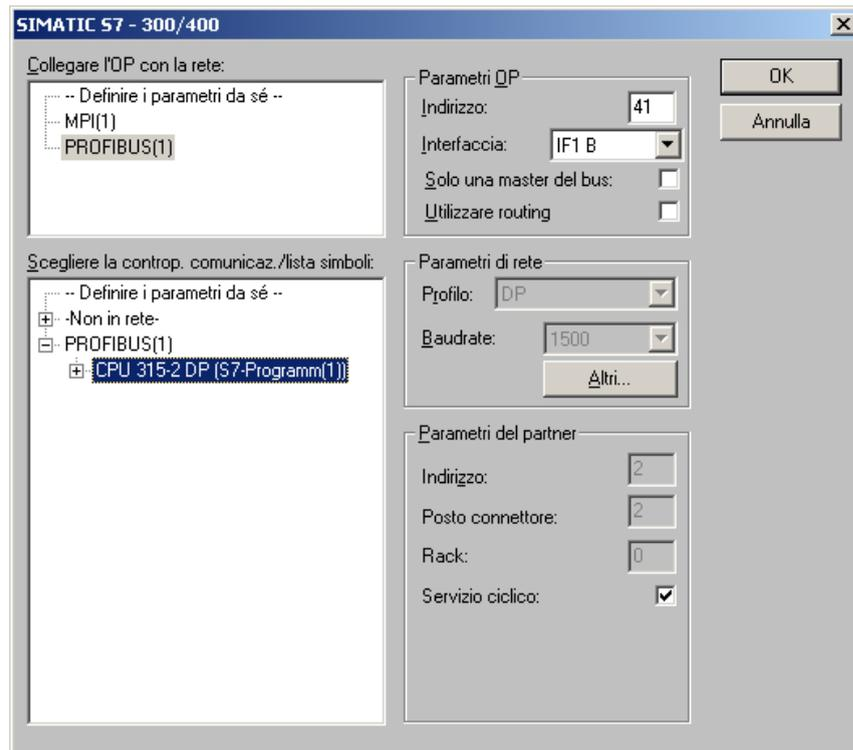

Figura 6-13 Collegare il pannello operatore alla rete e la CPU – esempio
3. Adesso, nel dialogo aperto, scegliere la rete e la CPU con la quale si vuole collegare il pannello operatore. I parametri di rete allora vengono adottati. Figura 6-13 mostra una configurazione servendosi di un esempio.